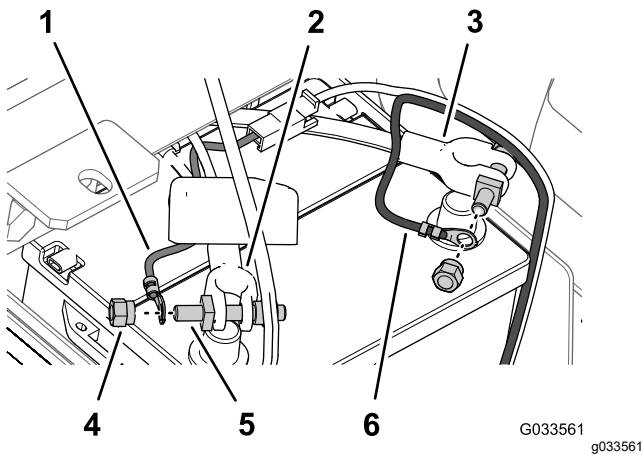

Bild 31
6. Befestigen Sie den Kabelschuh des durch die Schmelzsicherung geschützten Verbindungsteils (Kabelbaum des Sprühfahrzeugs) am Stift der Polschraube, die Sie mit einer Klemmmutter am Pluskabel der Batterie befestigt haben (**Bild 31**).
- Befestigen Sie den Kabelschuh des Minuskabels (schwarz, Kabelbaum des Sprühfahrzeugs) am Stift der Polschraube, die Sie mit einer Klemmmutter am Minuskabel der Batterie befestigt haben (**Bild 31**).